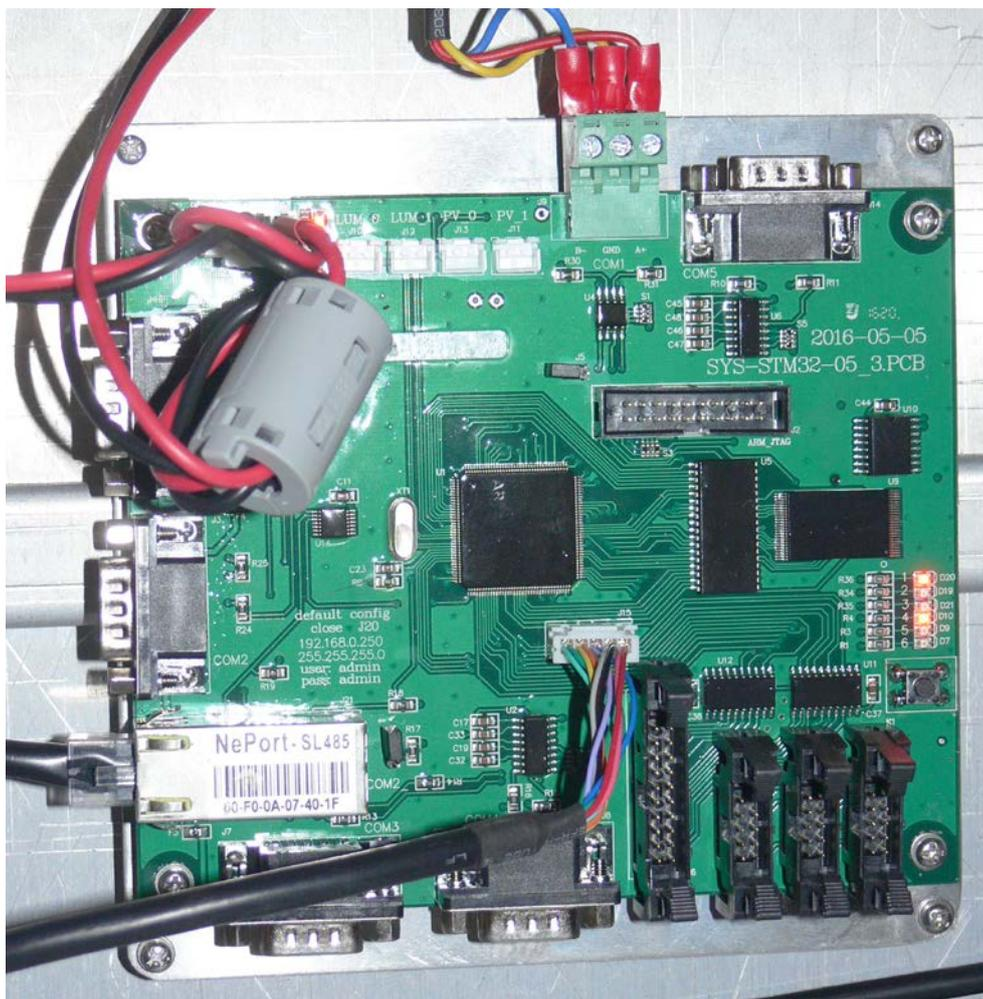

Рис.2. Контроллер YHT-SYS-STM32-05_3
1.4.1. Контроллер изделия - УНТ-SYS-STM32-05_3 (см. рис.2) – устройство, изготовленное на базе микроконтроллера STM32F103ZE, содержащее в своем составе оперативную память (512КБ), энергонезависимую память для хранения библиотеки изображений дорожных знаков (NAND Flash 64МБ), узел интерфейса Ethernet 10Base - Т, два узла интерфейса RS-485, четыре узла интерфейса RS-232, узел часов реального времени (DS3231SN),